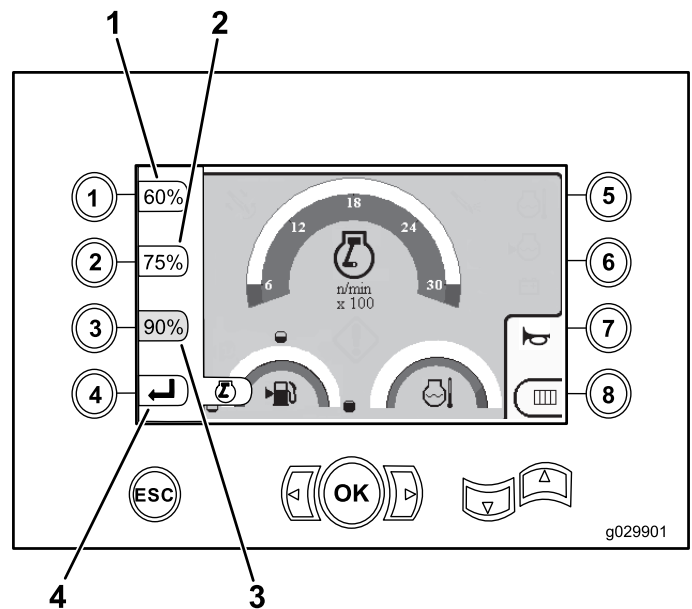

Bild 6
- Drücken Sie Taste 1, um die Motordrehzahl (U/min) auf 60 % einzustellen, wie in Bild 6 abgebildet.
- Drücken Sie Taste 2, um die Motordrehzahl (U/min) auf 75% einzustellen, wie in Bild 6 abgebildet.
- Drücken Sie Taste 3, um die Motordrehzahl (U/min) auf 90% einzustellen, wie in Bild 6 abgebildet.
- Drücken Sie Taste 4, um zum Hauptbetriebsbildschirm zurückzukehren (Bild 6).